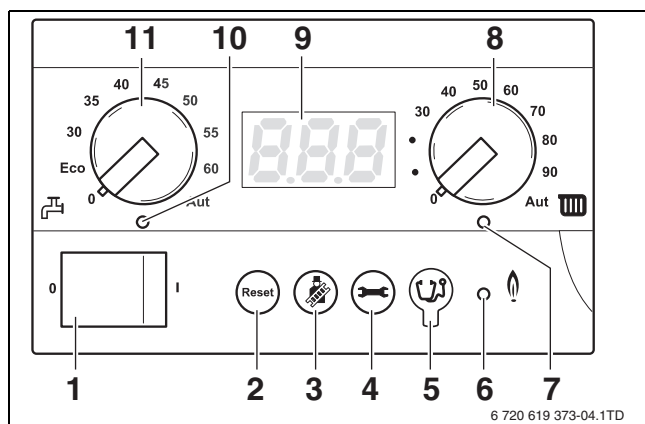

Fig. 53 Regolatore di base BC10
- Ruotare verso sinistra, in posizione "0", la manopola di regolazione della temperatura massima dell'acqua della caldaia (→ fig. 53, [8]) e la manopola di regolazione del valore nominale dell'acqua calda (→ fig. 53, [11]).